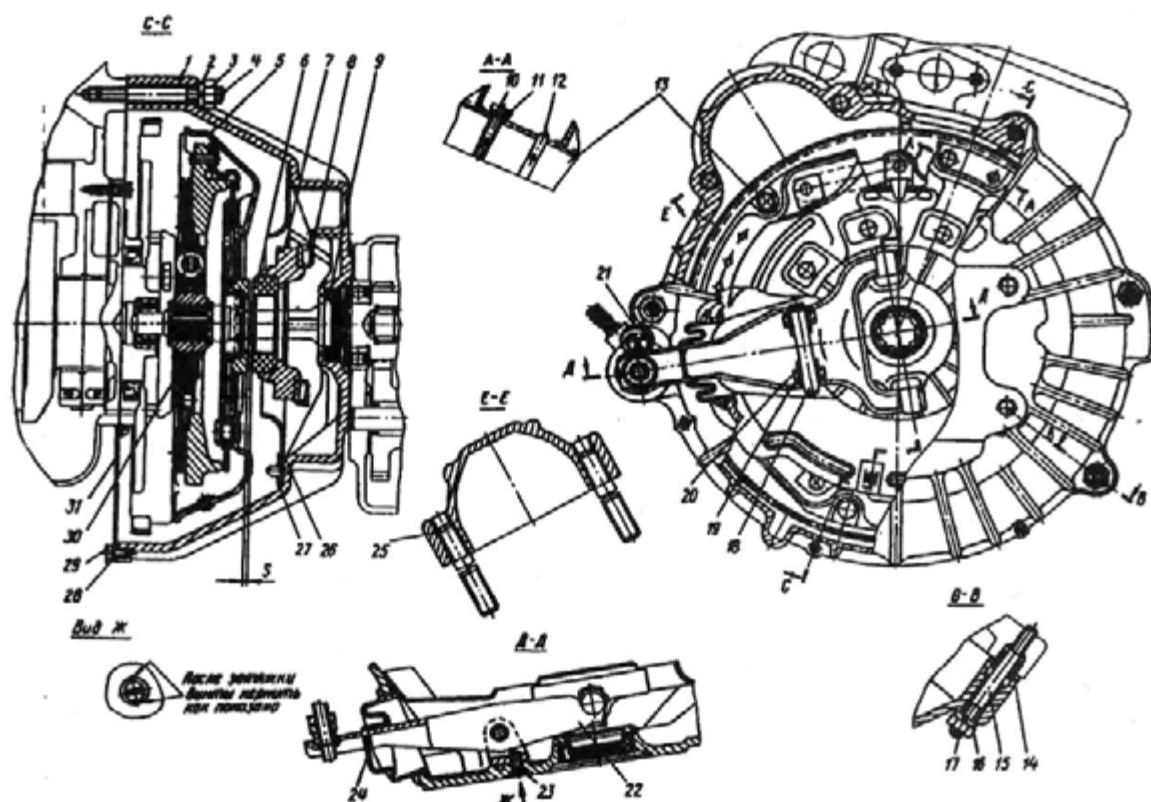

Рис. 73. Сцепление:
На автомобиле установлено сухое однодисковое сцепление с центральной диафрагменной пружиной, с гасителем крутильных колебаний (демпфером), смонтированным на ведомом диске, и гидравлическим приводом выключения сцепления с подвесной педалью. Механизм сцепления является неразборным узлом, в нем не предусмотрены какие-либо регулировки при сборке узла и в процессе его эксплуатации. Сцепление (рис. 73) состоит из двух основных частей: нажимного диска с кожухом 5 в сборе и ведомого диска 30 в сборе, заключенных в литой из алюминиевого сплава картер 1.
Полностью отсутствует свободный ход выключения сцепления (нет зазора между опорной пяткой и подшипником выключения сцепления) — 8 (см. рис. 73).	Отрегулируйте свободный ход наружного конца вилки выключения сцепления. При сильном износе замените подшипник выключения сцепления.
4. Отверните болты 29 (см. рис. 73) крепления грязезащитного щитка 31 к картеру сцепления и снимите щиток.